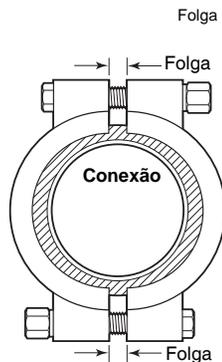

Fig. 1: Seção Transversal
4. Instale uma braçadeira de alta pressão com 2 parafusos (AJC13HP) e aperte os dois parafusos com a mão (Fig. 1).